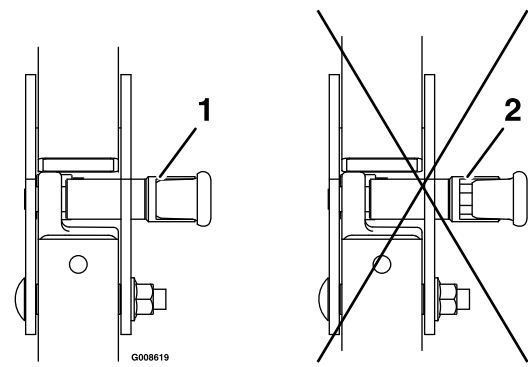

Figura 11
1. Eleve la barra anti-vuelco a la posición de trabajo y gire los pomos hasta que se introduzcan parcialmente en las ranuras (Figura 11).
2. Eleve la barra antivuelco a la posición vertical, presionando sobre la parte superior de la misma; las clavijas encajarán en cuanto se alineen con los orificios (Figura 11).
3. Presione sobre la barra para asegurarse de que las clavijas han quedado encajadas (Figura 11).